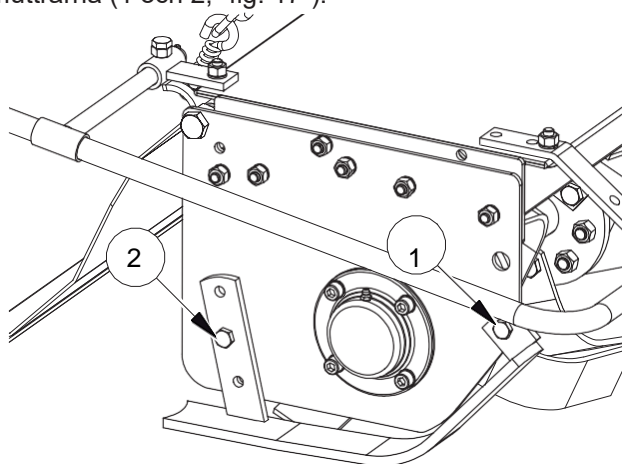

FIG. 17
Lossa muttrarna (1, fig. 17), och påverka den bakre inställningen genom att lossa muttern (2). Tryck meden nedåt för att minska arbetsdjupet; lyft den uppåt för att öka arbetsdjupet. Dra åt muttrarna (1 och 2, "fig. 17").